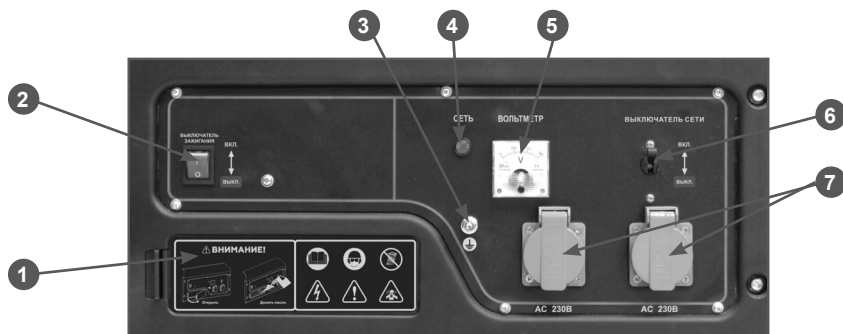

Рис. 3 Панель управления
2. Отключите все потребители электроэнергии от генератора и установите выключатель сети (Рис. 3 п. 6) в положение выключено.
3. Выключатель зажигания (Рис. 3 п. 2) установите в положение «ВКЛ».